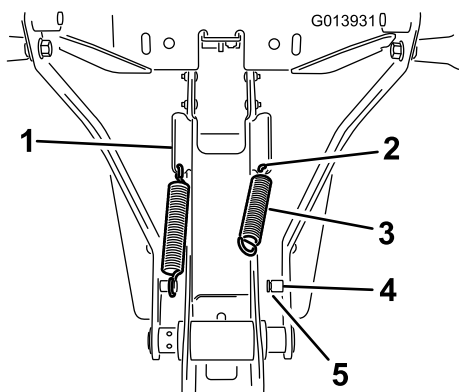

Figura 13
1. Instale as molas no furo na extremidade inferior da patilha angulada no lado do conjunto da estrutura (Figura 13).
2. Prenda uma extremidade da mola ao furo. Utilizando uma ferramenta adequada, estique a mola para que a extremidade oposta alcance a coluna saliente no braço da cavidade (Figura 13).
3. Certifique-se de que a extremidade da mola está bem encaixada na ranhura da coluna (Figura 13).